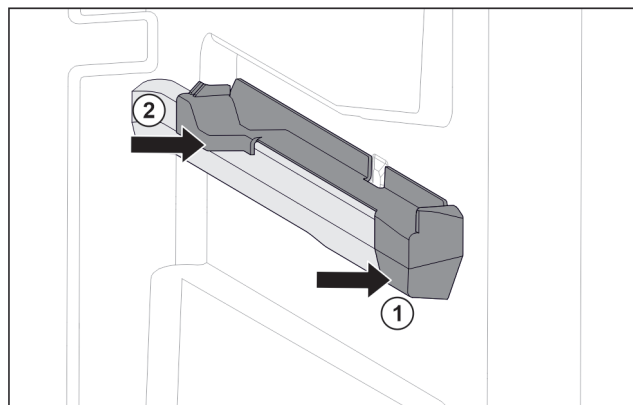

Fig. 94 Násuvný diel na pravom rebre nádoby
- ▶ Nasadte násuvný diel vpredu na rebro nádoby. Fig. 94 (1)
- ▶ Pritlačte násuvný diel vzadu. Fig. 94 (2)